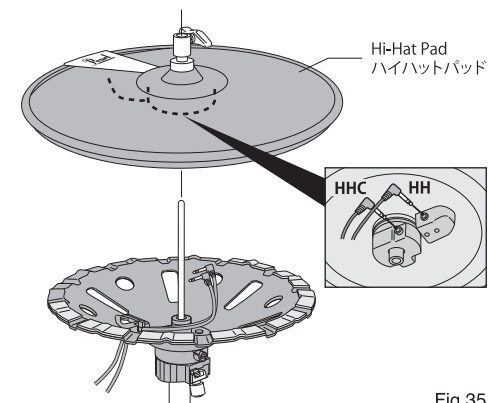

Fig.35
4. Place the top Cymbal Pad with clutch onto the Hi-hat pull-rod. Connect the cables (labeled as HH and HHC) to the designated Jack by routing them in a counter-clockwise direction around the pull-rod (Fig.35). Then set top-cymbal pad playing height.
ハイハットシンバルパッドをハイハットスタンドのシャフトに通し、ケーブルが届く位置で一旦ハイハットシンバルを固定し、HH、HHCと書かれたケーブルをシャフトに対し半時計方向に回しながら各ジャックに接続します (Fig.35)。